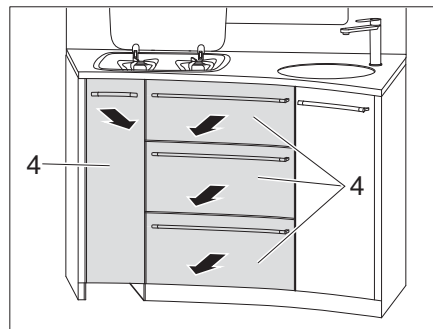

Fig. 116 Retirer le tiroir de cuisine
- Retirer le tiroir de cuisine (Fig. 116,4).